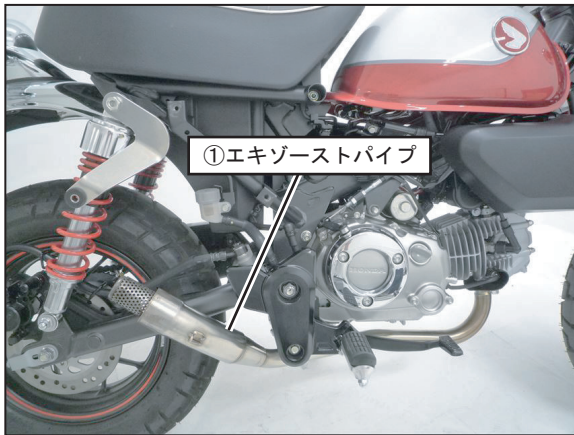

FIG. 5
5. 純正エキゾーストガasketを新品に交換し、①エキゾーストパイプをエンジンの排気ポート部に⑫ロングフランジナットM8を使用して仮締めして下さい。(FIG. 5, 6参照)